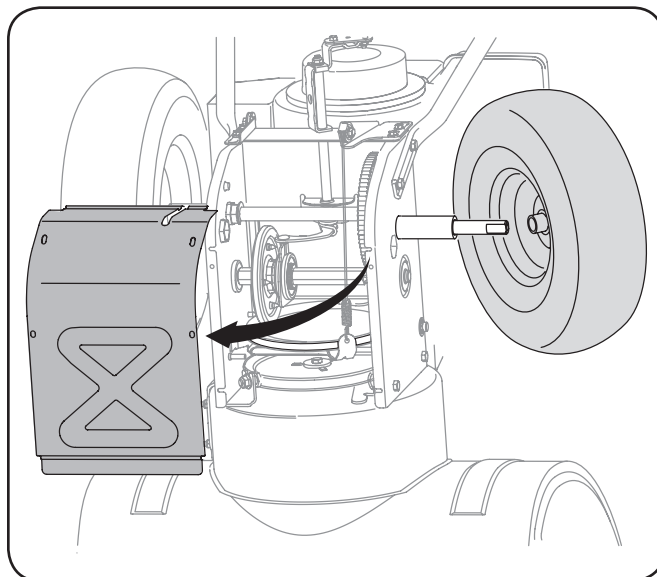

Figura 7-7
4. Saque la cubierta del marco desde debajo de la máquina quitanieve retirando los cuatro tornillos autorroscantes que la aseguran. Retire la rueda derecha quitando el tornillo y la arandela de campana que la aseguran al eje. Vea la Figura 7-7.